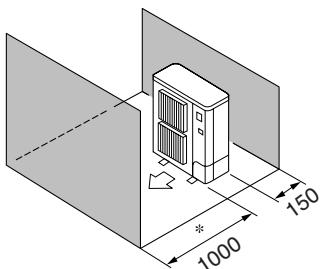
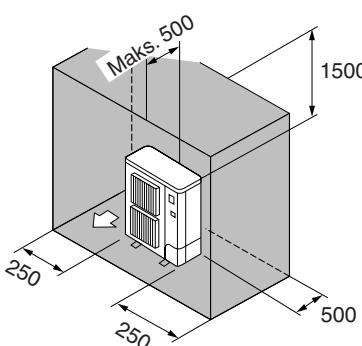

Fig. 3-9
Fig. 3-10
- ⑤ Kun forhindringer foran og bagved (Fig. 3-9)
- ⑥ Når der bruges en ledeskærm til luftudledning, er afstanden 500 mm eller derover.
- ⑦ Kun forhindringer bagved, i siderne og ovenover (Fig. 3-10)